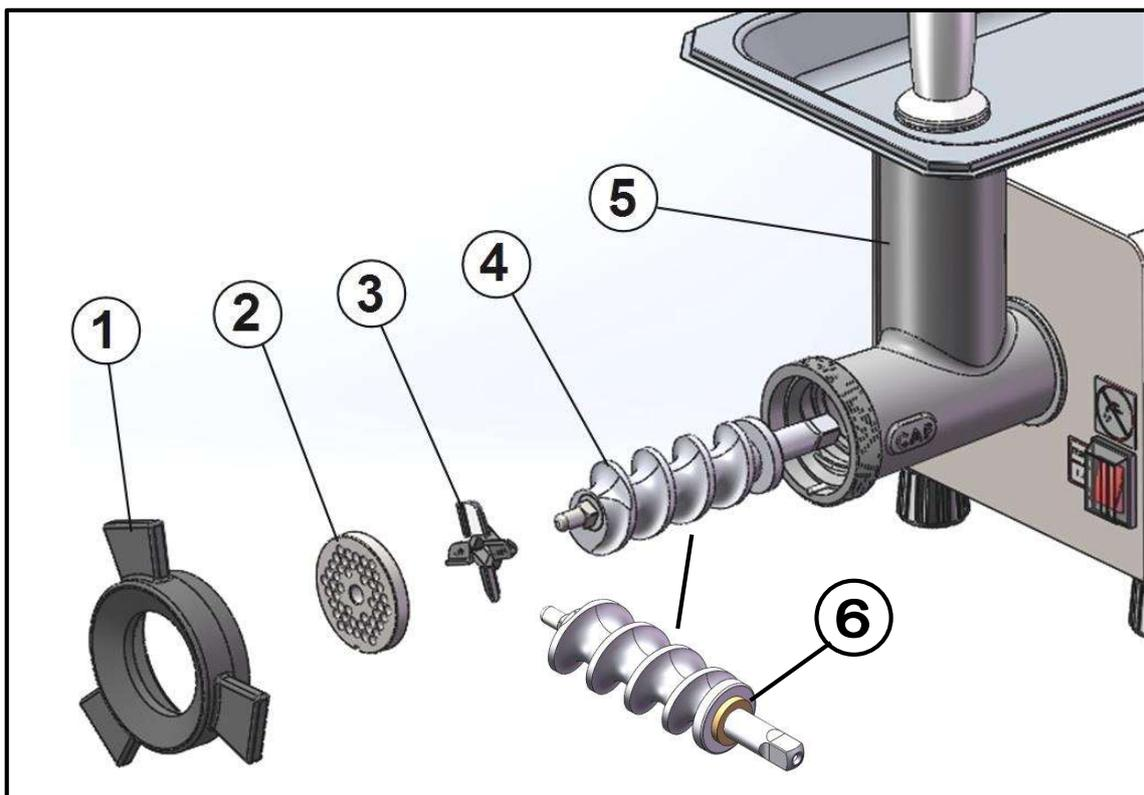

Fig. 2 - Moagem CAF 8
- Encaixe o Caracol montado (Item 4 - Fig. 2) no Bocal (Item 5 - Fig. 2) favor se atentar se o mesmo está com arruela (Item 6 - Fig.2), item importante para um bom funcionamento do equipamento.
- Encaixe a Cruzeta* (Item 3 - Fig. 2) no pino do caracol, observando sua posição de corte (Corte para Frente).
- Coloque o disco com o furo desejado* (Item 2 - Fig. 2), certificando-se de que o mesmo esteja encaixado na chaveta do Bocal.
- Rosqueie o Volante (Item 1 - Fig. 2) até encostar no Disco.